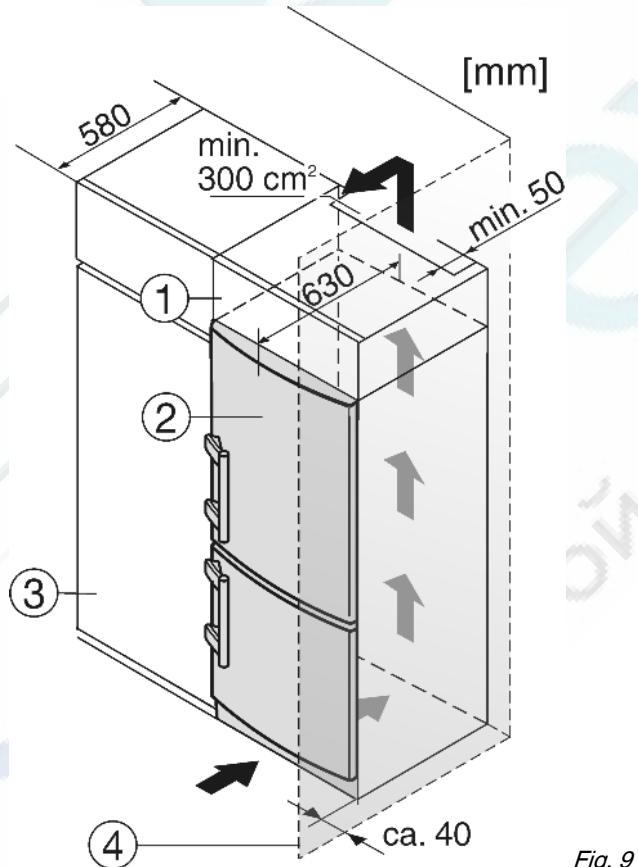

Fig. 9
(1) Дополнительный шкафчик
(2) Устройство
(3) Кухонный шкаф
(4) Стенка
Устройство может быть окружено предметами кухонной обстановки. Чтобы уравнять устройство Fig. 9 (2) по высоте с кухонной стенкой, можно установить над устройством соответствующий дополнительный шкафчик Fig. 9 (1).
При комбинировании с обычными кухонными шкафами (глубина макс. 580 мм) устройство можно установить непосредственно рядом с кухонным шкафом Fig. 9 (3). Дверь устройства выступает по сторонам на 34 мм и по центру устройства на 50 мм относительно передней стенки кухонного шкафа. Поэтому ее можно свободно открывать и закрывать.
Если устройство установлено на шарнирах у стены Fig. 9 (4), то расстояние между устройством и стеной должно быть не менее 40 мм. Настолько выступает ручка при открытой дверце.